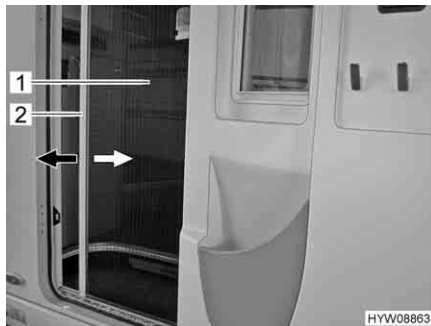

Fig. 59 Protezione contro gli insetti (porta di ingresso)
- Afferrare la barra di presa (Fig. 59,2) con entrambe le mani ed estrarre con movimento uniforme la protezione contro gli insetti (Fig. 59,1) dall'alloggiamento della porta.
- Afferrare la barra di presa (Fig. 59,2) con entrambe le mani e spingere la protezione contro gli insetti (Fig. 59,1) nell'alloggiamento della porta esercitando una leggera pressione.